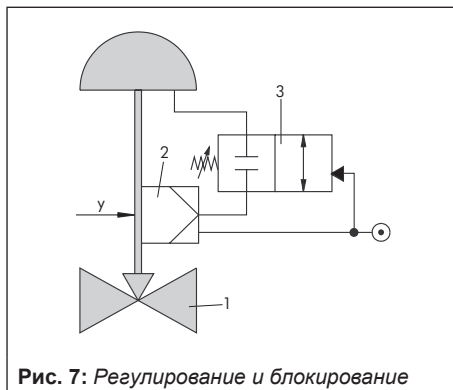
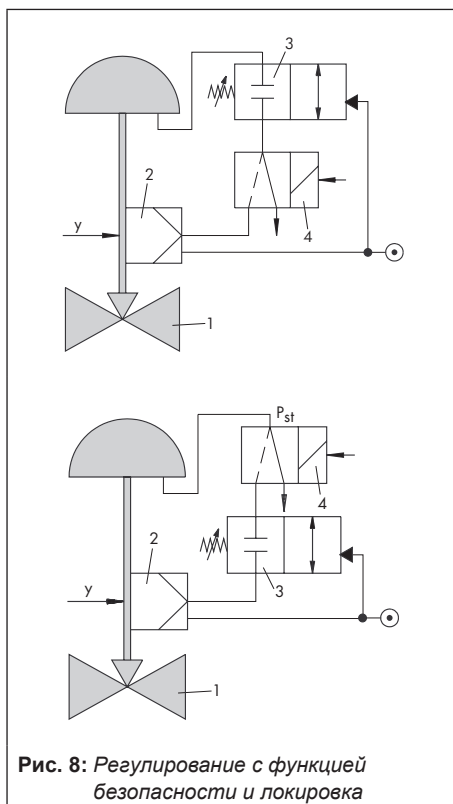

Рис. 7: Регулирование и блокирование
Рис. 8: Регулирование с функцией безопасности и локировка
Рис. 7 и Рис. 8 показывают примеры использования для монтажа блокировочного реле:
- **Рис. 7:** стандартное применение, блокировочное реле переключается между позиционером и приводом.
- **Рис. 8:** использование электромагнитного клапана:
Спецификация к Рис. 7 и Рис. 8